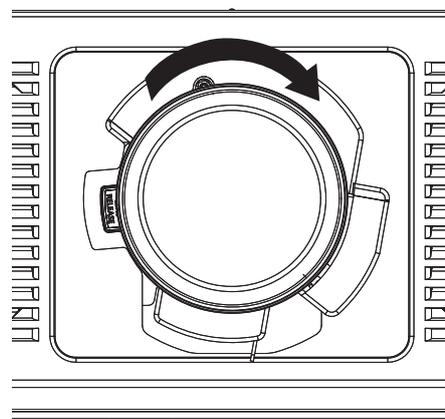

Fig. 3
3) **Ruotare l'obiettivo di proiezione in senso orario fino a percepire un rumore di scatto. (Fig. 3)**